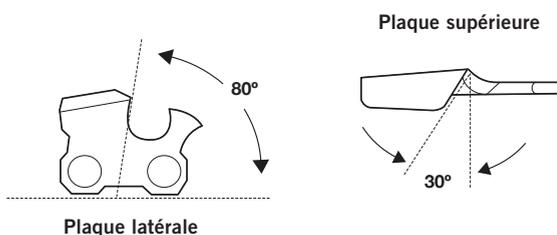

Fig. 34
- d. Effectuez quelques passes fermes sur chaque dent. Lorsque l'affûtage est adéquat, la plaque supérieure est à un angle de 30° et la plaque latérale est à un angle de 80° (Fig. 34). L'utilisation de la bonne lime et du bon porte-lame produit automatiquement les angles appropriés.